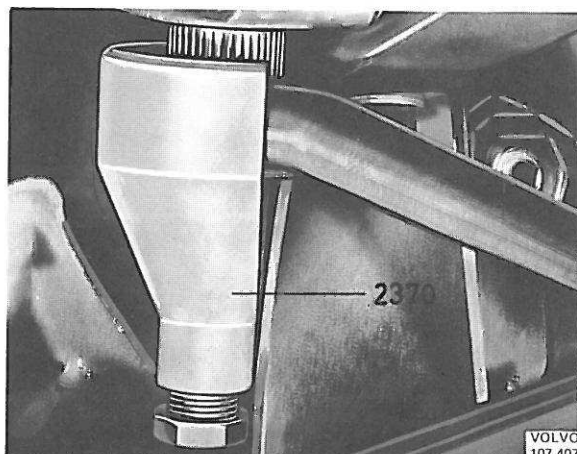

Figure 74. Démontage de la biellette pendante
3. Enlever le contre-écrou de la biellette pendante. Démontez la biellette pendante avec l'extracteur 2370. Lors du montage de l'extracteur, tourner les roues entièrement vers la gauche, figure 74.